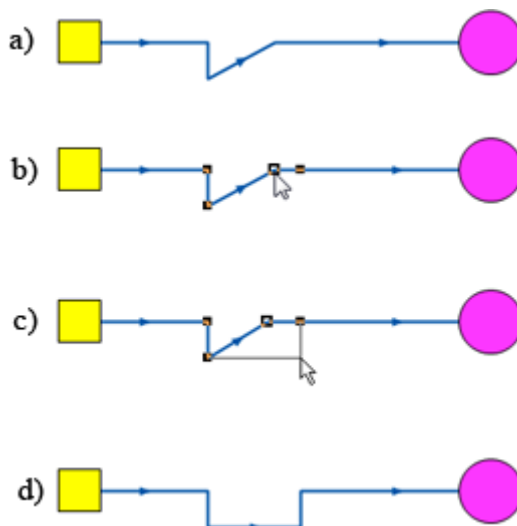

Рисунок 6.6. Перемещение узла
2. Подвести курсор к узлу и нажать левую клавишу мыши. (смотрите Рисунок 6.6, «Перемещение узла» b).
3. Не отпуская клавишу переместить узел на нужное место (смотрите Рисунок 6.6, «Перемещение узла» c).
4. Отпустить клавишу мыши для окончания перемещения узла. (смотрите Рисунок 6.6, «Перемещение узла» d).